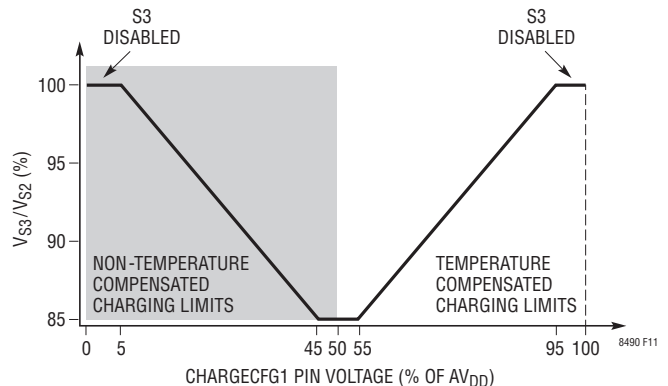
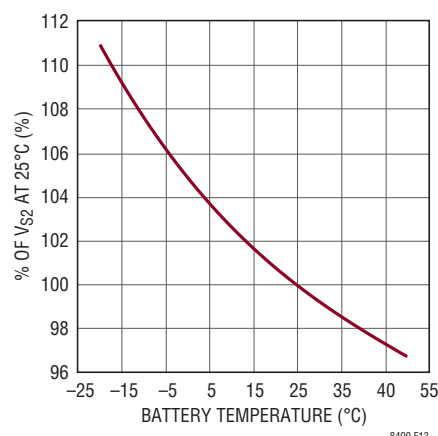

図11. CHARGECONFIG1ピンの設定
図13. 温度補償をイネーブルした場合のステージ2電圧制限値と温度
ステージ2の電圧制限値(V_{S2})は、バッテリー充電電圧の最大値です。ステージ0、1、および3の電圧制限値は、表3および図11に示すように、すべてステージ2の制限値と関係があります。温度補償充電をイネーブルした場合、図13に示すように V_{S2} は温度に応じて変化します。そのため、他のステージの制限値も温度に応じて変化します。これらは V_{S2} の比例定数だからです。
CHARGECONFIG1ピンは、図11に示すような多機能ピンです。このピンは、合計値が100kΩ以上の抵抗分割器をAV_{DD}ピンに接続して設定します(例については「標準的応用例」のセクションを参照)。CHARGECONFIG1の電圧により、AV_{DD}のパーセント値として、以下に説明する選択が行われます。分割器の比は、図11の変曲点(たとえば、5%、45%、50%、55%、または95%)のうちのいずれかに直接設定しないようにしてください。
2. バッテリー電圧の温度補償: バッテリーの種類によっては、バッテリー温度に応じて電圧制限値を調整すると、充電が最適化されます。特に鉛蓄電池は、温度変化に伴って理想的な充電電圧が大きく変化します。CHARGECONFIG1ピンによって温度補償をイネーブルすると、バッテリー充電電圧および関連するすべての電圧しきい値はバッテリー温度により自動的に調整されます。TEMPSENSEピンの電圧が変化するにつれて、FBOWピンからのPWM信号のデューティ・サイクルは、LT8490の電圧制限値が図13に示す曲線に従うように変化します。